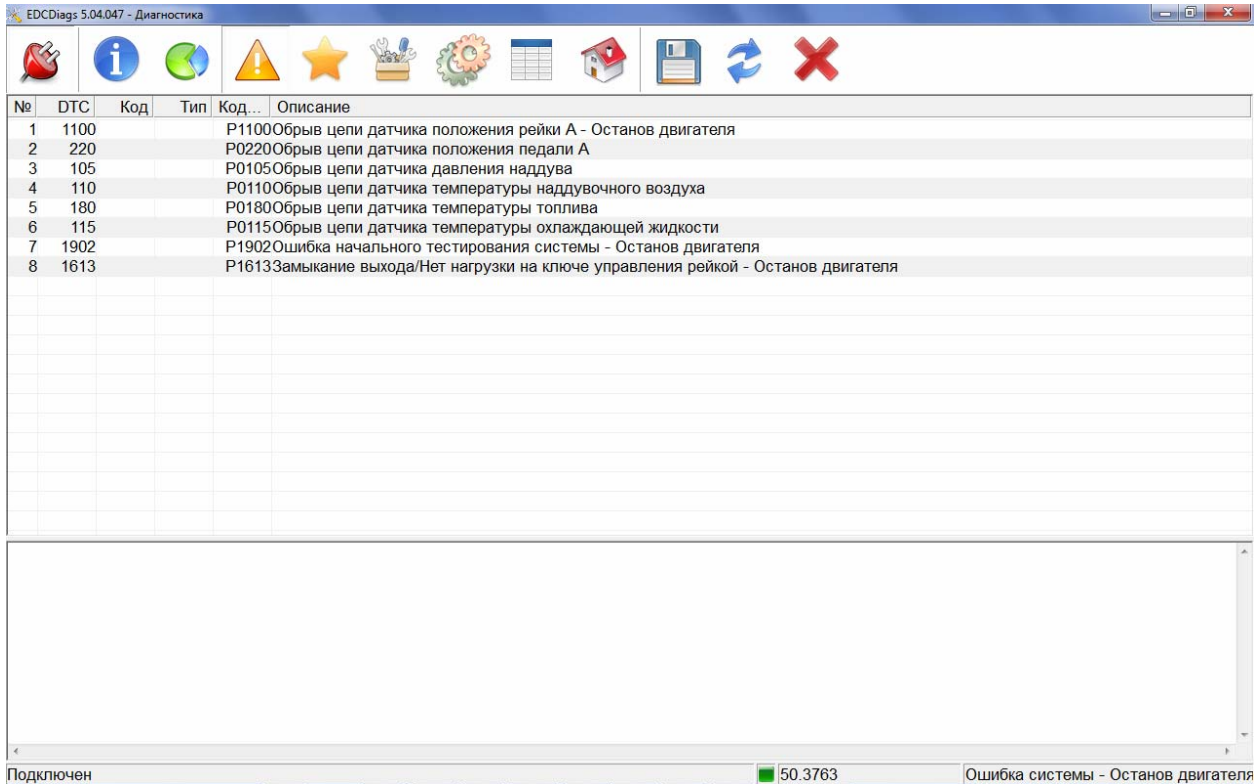

Рис. 3.5
3.6.1. Открыть вкладку «Диагностика»  в основном окне программы EDCDiags (Рис. 3.5) и нажать кнопку «Обновить» .